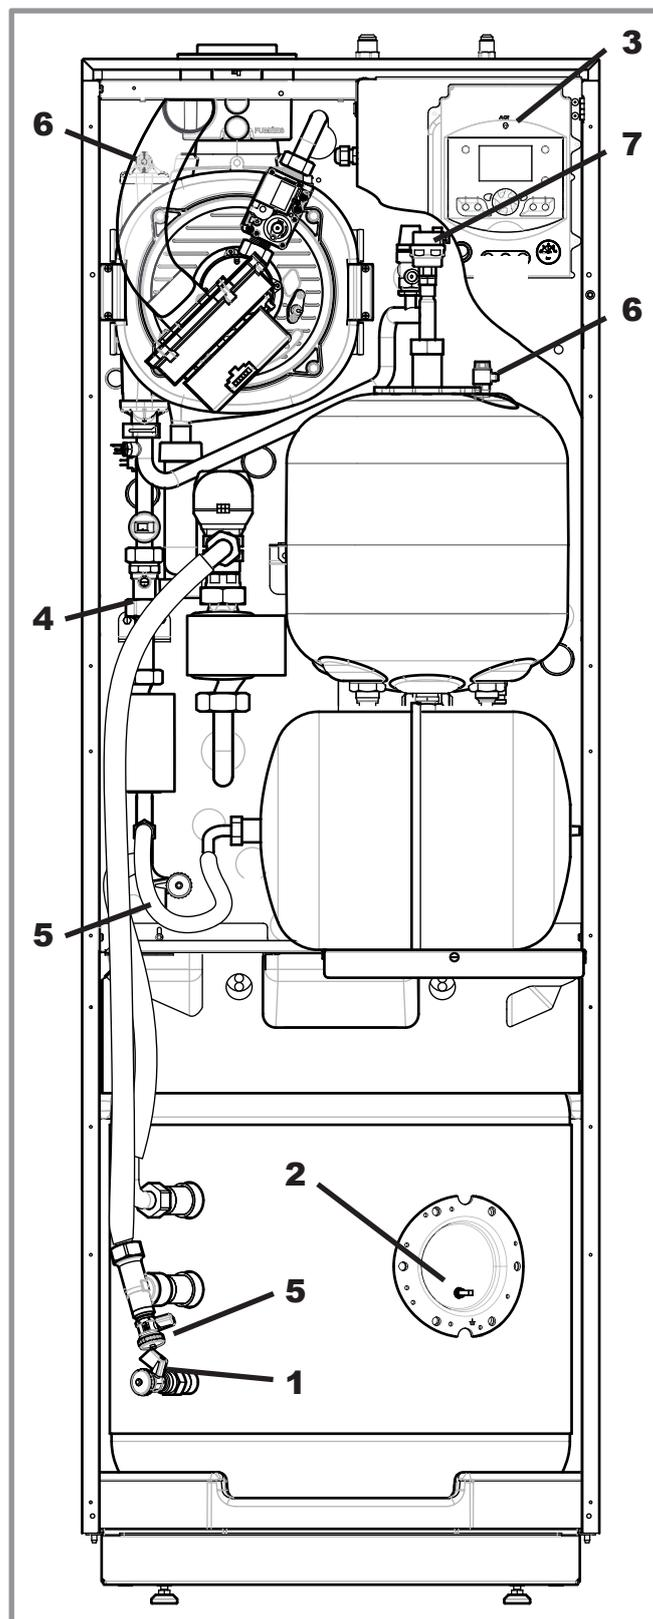

figure 61 - Vidange du module hydraulique et/ou du ballon sanitaire
- Débrayer le clapet antiretour (rep. 4, figure 61, page 81).